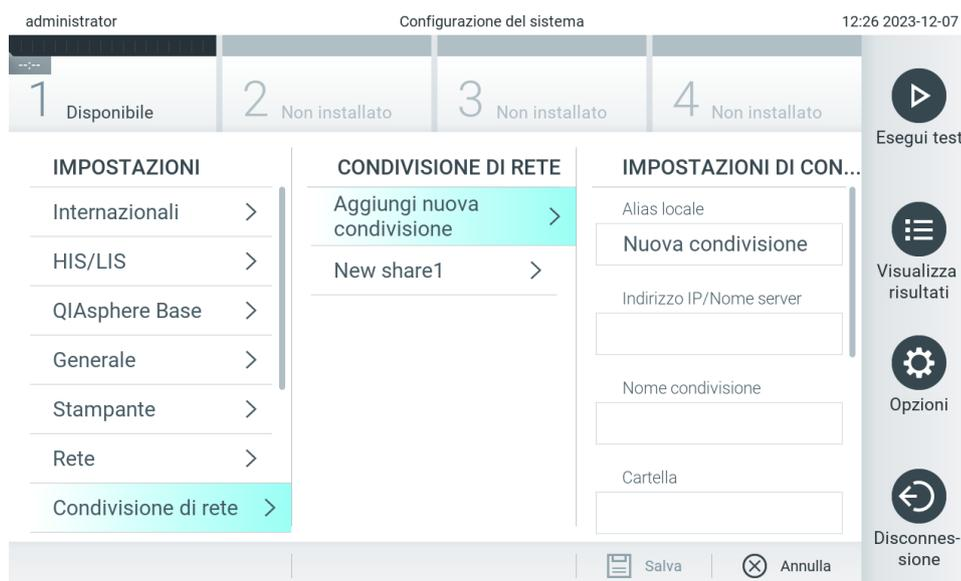

Figura 68. Aggiunta di una condivisione di rete.
6. Premere il pulsante Add new share (Aggiungi nuova condivisione) (Figura 68).